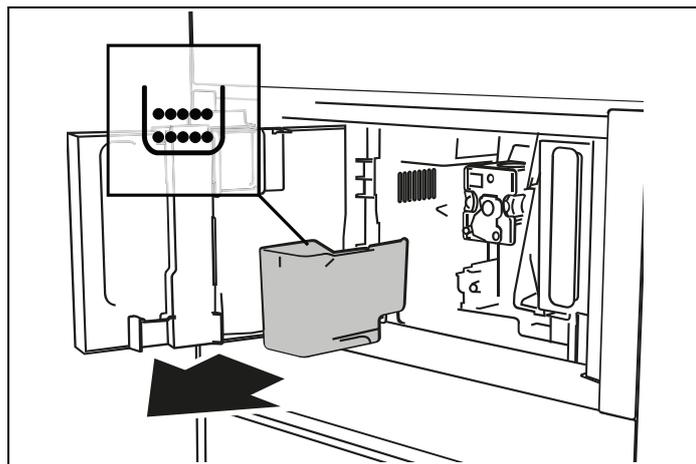

Fig. 41
Lorsque l'écran (B) affiche le message **Vider le tiroir à marc** (Fig. 41) cela signifie que le bac à marc doit être vidé et nettoyé. L'appareil ne peut pas être utilisé pour préparer du café tant que le bac à marc (A4) n'a pas été nettoyé. Même s'il n'est pas plein, le message récipient à marc vide s'affiche 72 heures après la préparation du premier café (pour que les 72 heures soient correctement calculées, la machine ne doit jamais être éteinte avec l'interrupteur principal).